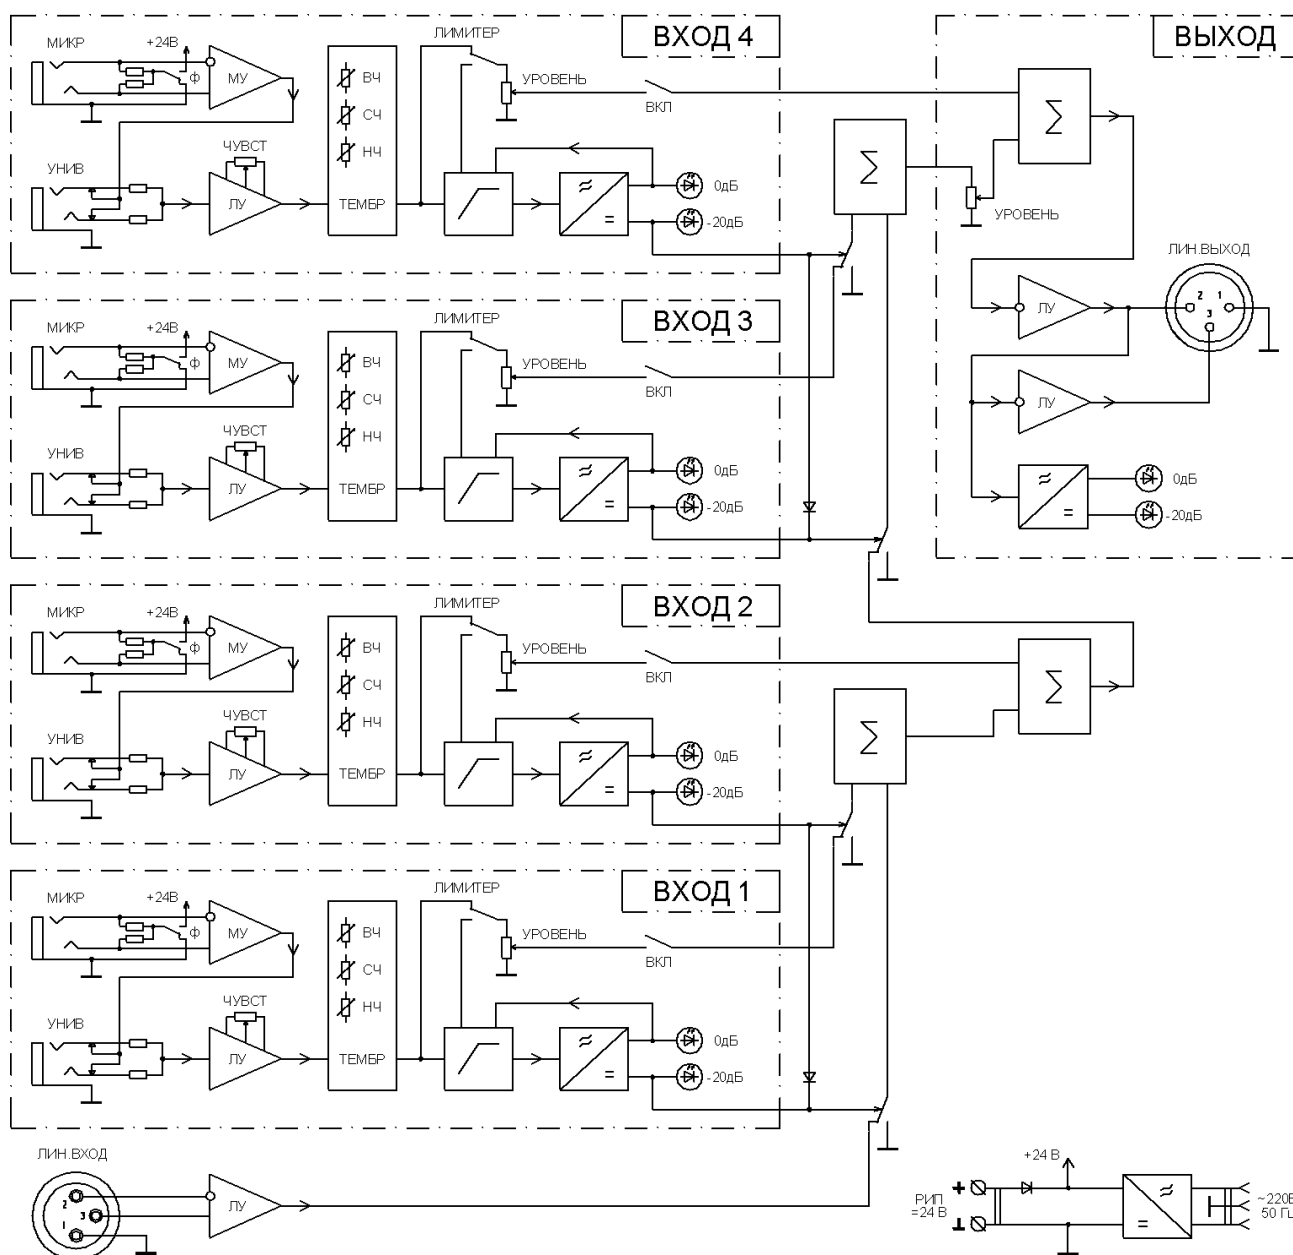

Рис. 1. Структурная схема предварительного усилителя МЕТА 9210.
8.1 Структурная схема УП приведена на рис.1.